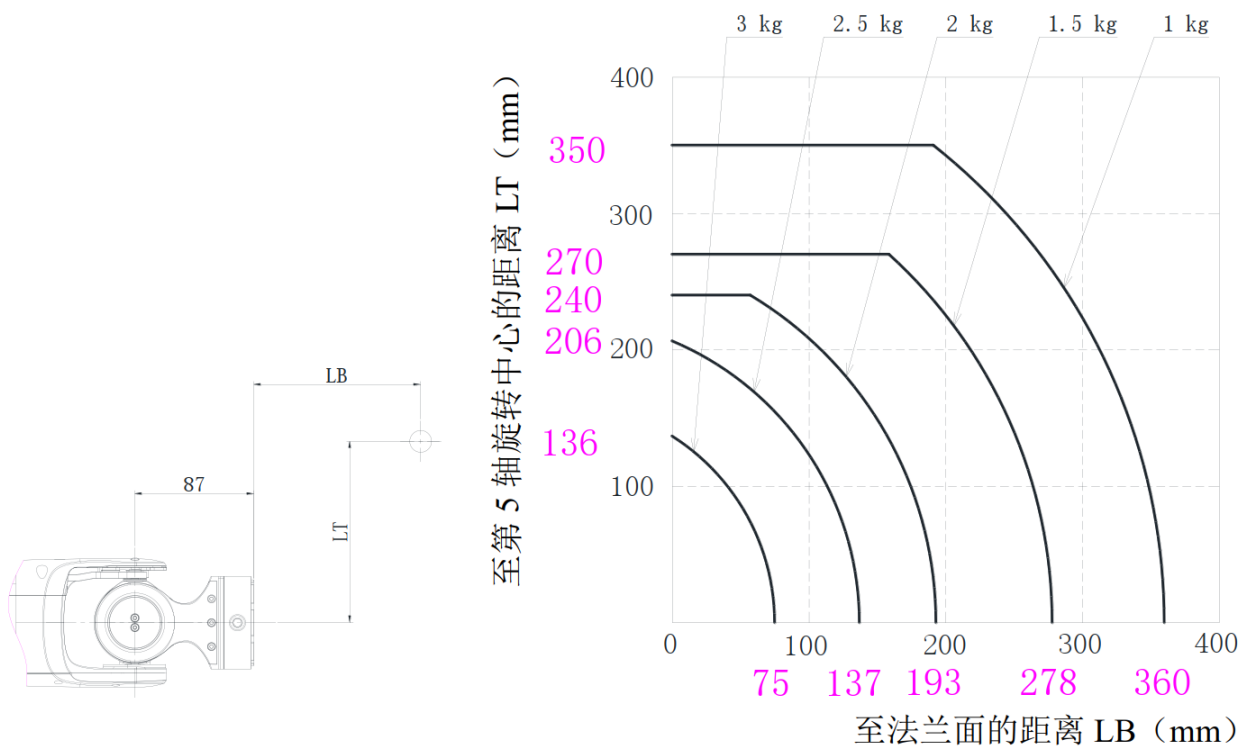
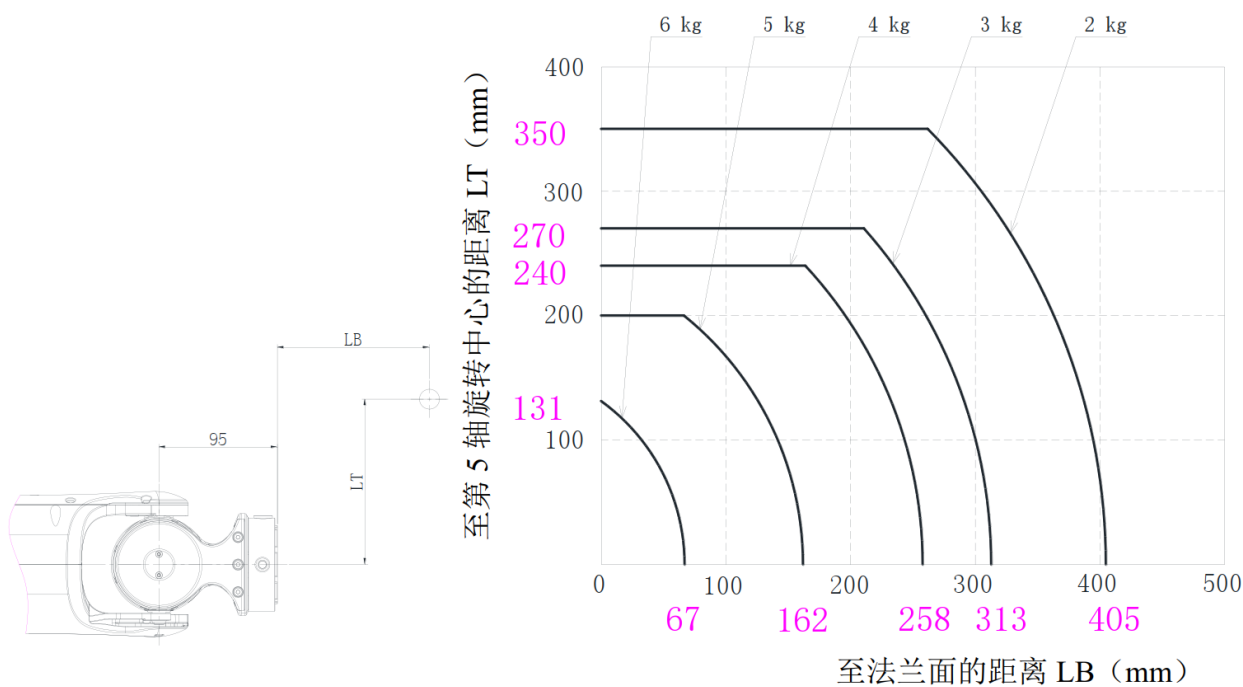

图 4-7-1 Marvin M3S CCS 末端负载极限安装尺寸
图 4-7-2 Marvin M6S CCS 末端负载极限安装尺寸
当负载的体积较小时，极限安装尺寸(LB、LT)如图 4-7-1、图 4-7-2 所示：
- 使用机器人时应确保负载重心点控制在图 4-7-1、图 4-7-2 范围内；